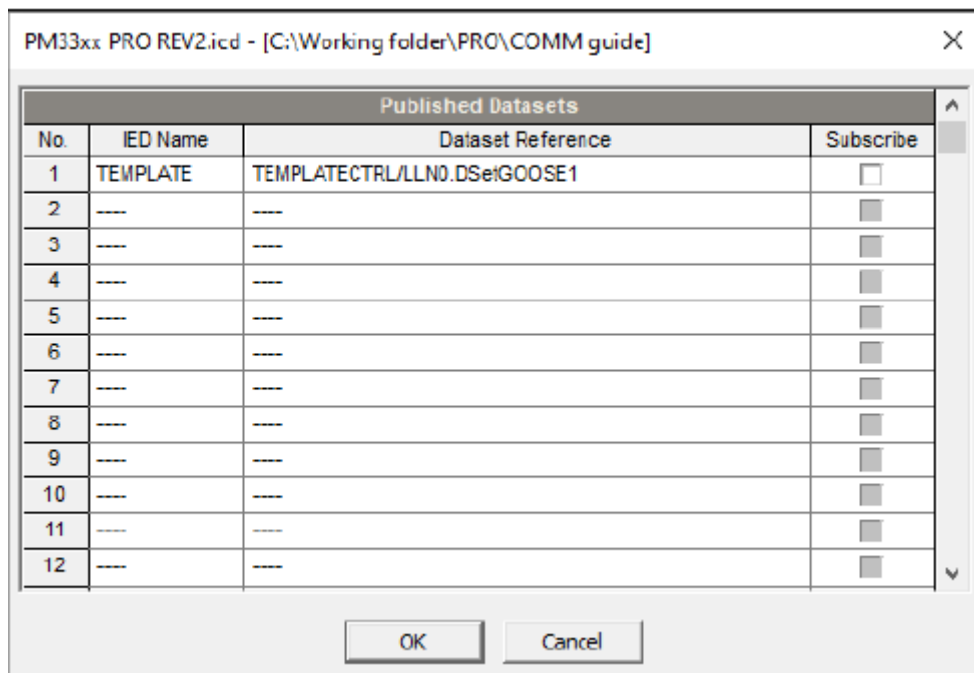

Рисунок 124 – Представление SCL файла, открытого PAS
3. Нажмите на кнопку «Открыть SCL файл» и откройте ICD или CID файл для устройства-публикатора, на которое Вы хотите подписаться. PAS показывает список всех наборов данных, связанных с блоками управления GOOSE publisher, которые находятся в файле ICD/CID. Установите флажок подписаться на набор данных, на который вы хотите подписаться (рисунок 124)